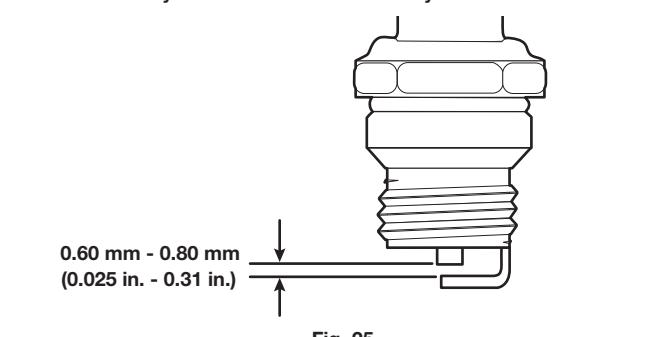

Fig. 25
4. Utilice un calibrador de espesor para ajustar la brecha de aire a 0.6 mm - 0.8 mm (0.025 pulg. - 0.31 pulg.) (Fig. 25).